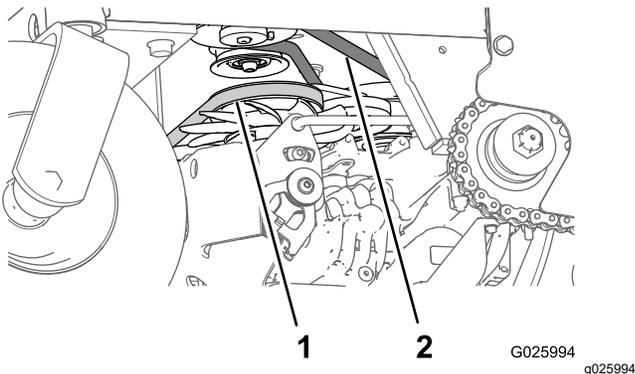

Figura 48
3. Compruebe la condición y la tensión de la correa de transmisión de la bomba auxiliar (Figura 48).
4. Compruebe la condición de la correa de la transmisión (Figura 48).